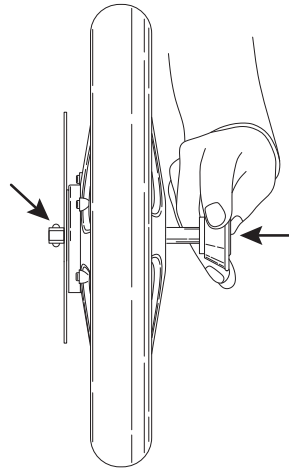

Abb. 1
2. Drücken Sie mit dem Daumen auf den schwarzen Knopf der QR-Achse und schieben Sie diese so durch das Rad, dass auf der Innenseite ein kleines Stück der Achse mit den beiden Kugeln zu sehen ist (Abb. 1).
1. Lösen Sie zunächst die Bremse und drücken Sie den schwarzen Knopf an der QR-Achse. Ziehen Sie die QR-Achse aus dem Achsrohr bis zum Rad, so dass auf der Innenseite nur noch ein kleines Stück der Achse mit den beiden Kugeln zu sehen ist (Abb. 1).